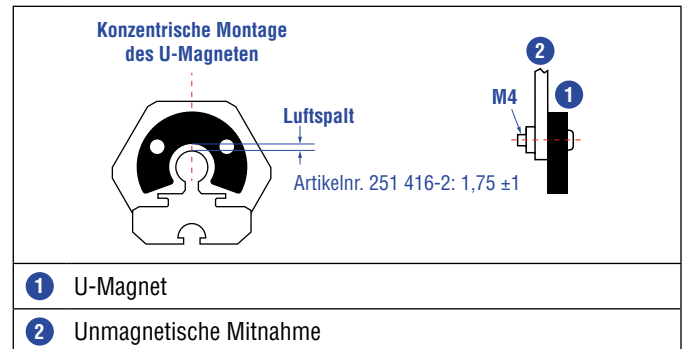
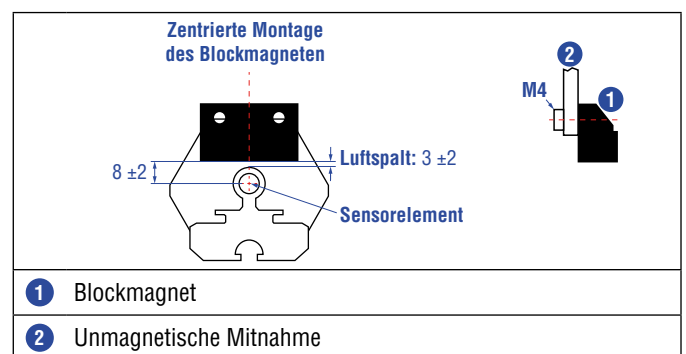

Abb. 13: Montage U-Magnet (Artikelnr. 251 416-2)
Abb. 14: Montage Blockmagnet (Artikelnr. 403 448)
- Montieren Sie Blockmagnete zentriert über dem Messstab oder dem Sensorprofil. Maximal zulässigen Luftspalt nicht überschreiten (Abb. 13/Abb. 14).